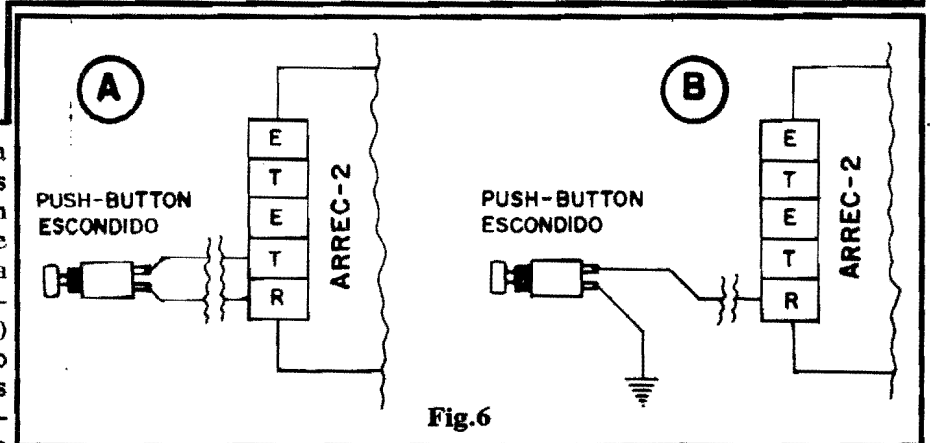

Fig.6
- FIG. 6 - INSTALAÇÃO DO BOTÃO DE "REARMAR" - O push-button de "reatar" ou desativar o ARREC-II pode ser ligado de uma das formas mostradas... Se o local escolhido para "enrustir" o dito push-button não permitir fácil acesso elétrico, próximo, à "massa" do carro, convém usar o método 6-A, com um par de fios (cabinho isolado paralelo, fino), aos pontos "T-R" do ARREC-II. Já se a posição escolhida para esconder o botão permitir uma ligação à "massa" (chassis ou negativo do sistema elétrico do veículo...), pode ser "economizado"